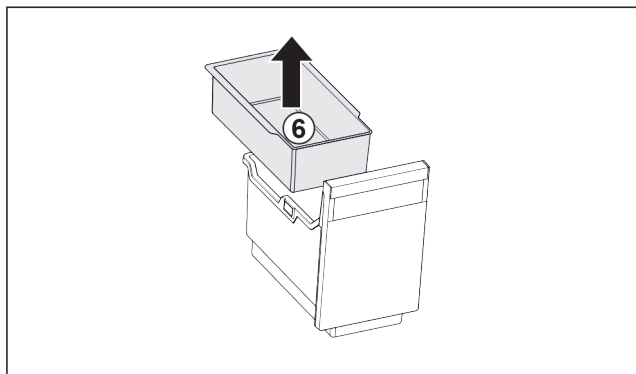

Fig. 105
- ▶ Vyměňte závěsnou misku Fig. 105 (6).